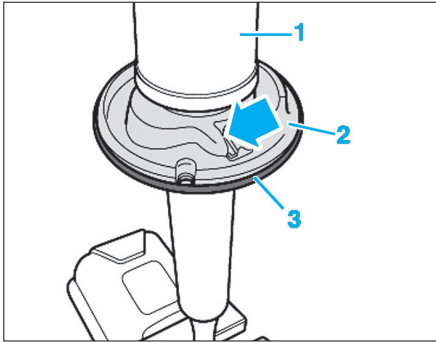

Fig. 12
- Mettre en place l'embase inférieure (2) de ressort sur la coupelle inférieure (3) et le capuchon de protection (1) (Fig.12).